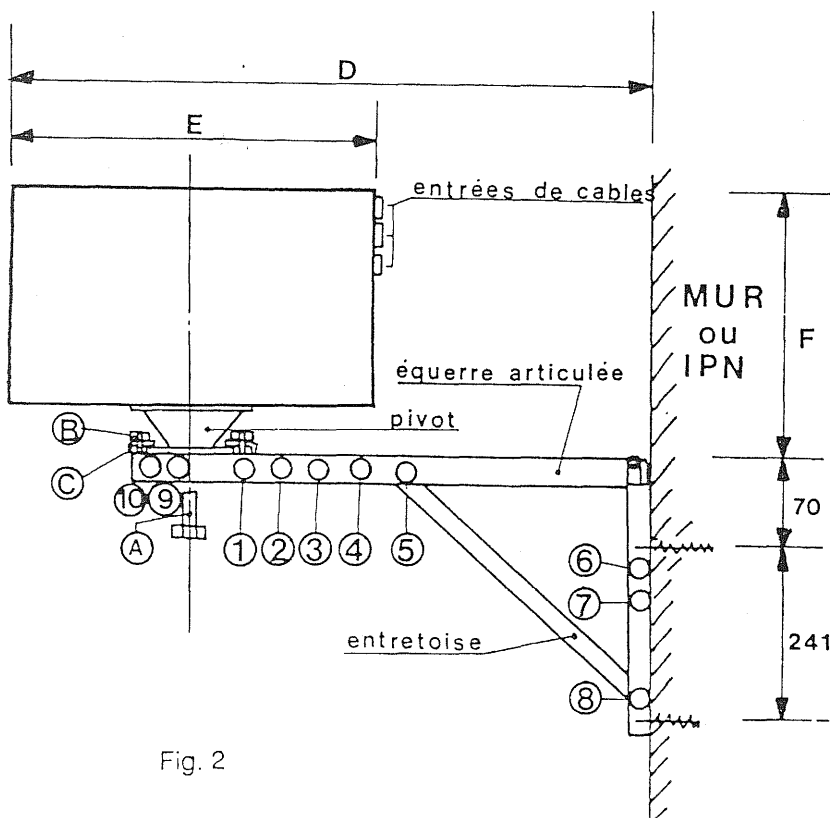

Fig. 2
- Placer l'entretoise dans l'équerre articulée, ailes vers l'intérieur, et les trous les plus grands positionnés du côté des trous carrés de l'équerre (Fig 2).
## MONTAGE DE LA BATTERIE SUR LE SUPPORT (Fig.2)